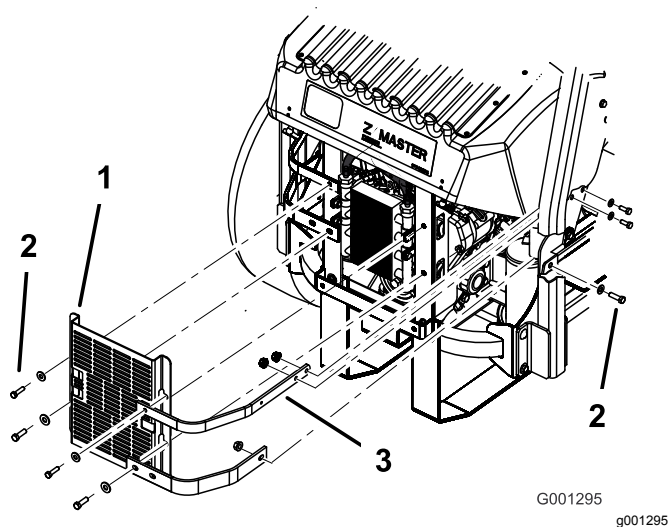

Figure 81
3. Enlevez les 4 boulons qui fixent l'écran du refroidisseur d'huile au bâti arrière (Figure 81).
4. Enlevez les 3 boulons qui fixent les barrettes du moteur au côté de la machine (Figure 81).
- Montez l'écran du refroidisseur d'huile et les barrettes du moteur sur le bâti arrière au moyen des 4 boulons retirés précédemment (Figure 81).
- Fixez les barrettes du moteur au côté de la machine (Figure 81).